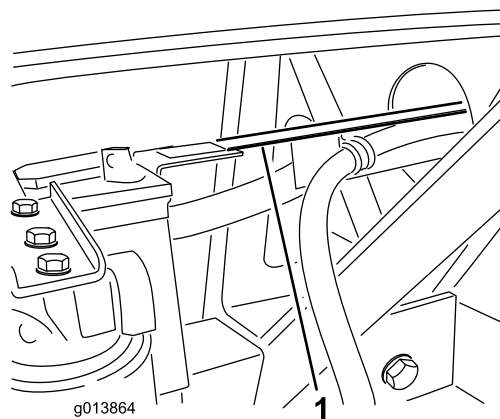

図 10
34. ホースガイドが、バッテリートレイの垂直の足から出ているタブの上に載るようにする (図 10)。もしホースガイドの中のホースがバッテリートレイのタブの穴に合わない場合には、ホースガイドの長さを調整してみるホースガイドを油圧タンクのブラケットに固定しているボルトをゆるめて、ホースガイドを前後に移動させる。
35. ホースガイドをバッテリートレイのタブに取り付けるボルト  $\frac{1}{4}$ " x  $\frac{3}{4}$ " 2本、フランジロックナットを使用する (図 10)。